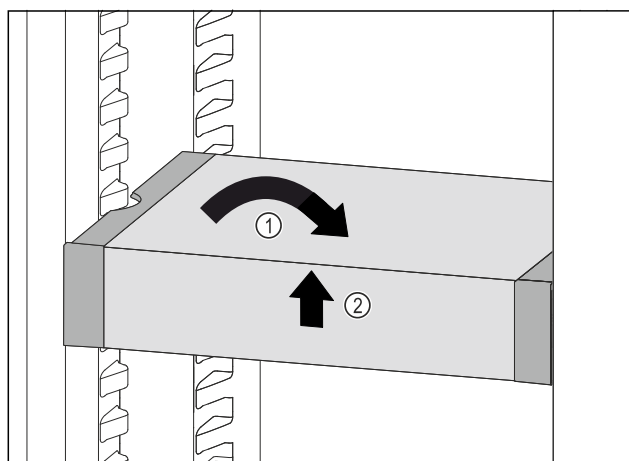

Fig. 143
- Coloque el VarioSafe en posición recta. Fig. 143 (1)
- Levante el VarioSafe por delante. Fig. 143 (2)